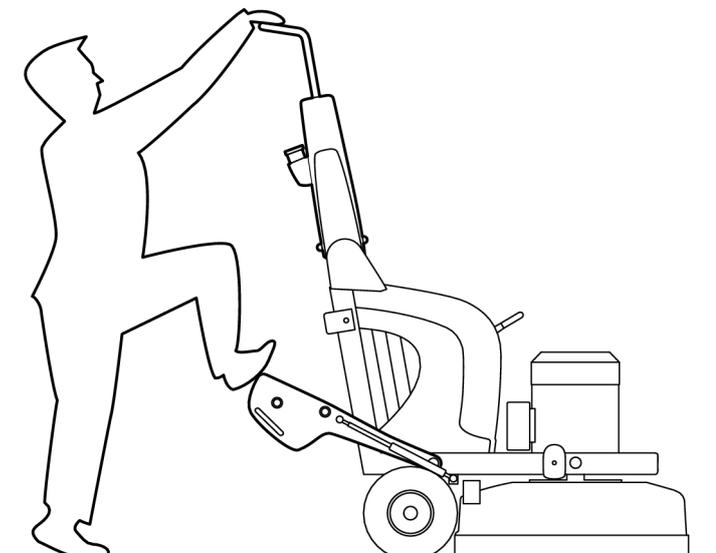

Figura 4-8. Piede sul peso
2. Ripiegare i pesi all'indietro e appoggiare un piede contro uno di essi, vedere Figura 4-8, pagina 20.